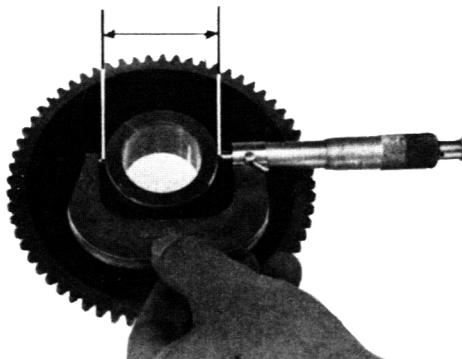

Bild 94
- Das Anlassertriebsschwinge auf Beschädigung oder übermäßige Abnutzung überprüfen. Den Aussendurchmesser messen, die Verschleißgrenze beträgt 47,155 mm (Bild 94).